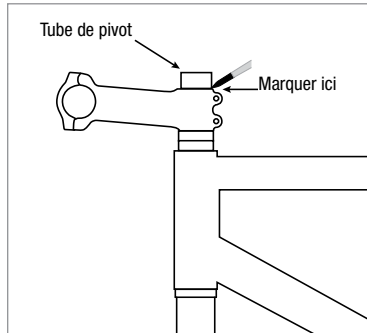

Figure 4
7. Utilisez un marqueur en feutre fin pour marquer le tube de pivot le long du bord supérieur de la potence (Fig. 4).